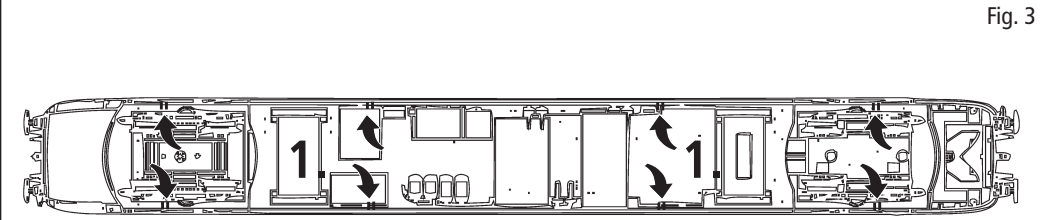

Fig. 3
Mehrzugbetrieb: Zuerst Lokgehäuse abnehmen (Fig. 3). Danach den Brückenstecker aus der Schnittstelle entfernen (diesen sorgsam aufbewahren). Danach den Stecker des Steuerbausteins lagerichtig einsetzen (siehe Fig. 4).
2. Schmierung: Versehen Sie die im Schmierplan in Fig. 5 gekennzeichneten Stellen mit nur **kleinen Öltropfen**. Dazu zuerst das Lokgehäuse abnehmen (Fig. 3). Wir empfehlen den ROCO **Öler Art.-Nr. 10906**. Fürs Schmieren der Getriebeteile (Zahnräder, Schnecke) empfehlen wir das **ROCO-Spezialfett Art.-Nr. 10905**. Im Falle der Schmierung diese Teile **nicht ölen**.
2. Lubrication: Apply **tiny oil drops** to spots marked in fig. 5. Prior to lubrication dismantle locomotive (fig. 3). We recommend using item no. **10906, Roco oiler**. For lubrication the gearparts (e.g. cogwheels, worm) we would recommend our Roco **special grease** (item no. **10905**).
2. Graissage: N'appliquez **qu'une toute petite goutte** aux endroits indiqués par le plan de graissage (fig. 5) après avoir démonté la caisse de la locomotive (fig. 3). Nous vous recommandons **le graisseur à huile Roco réf. 10906**. Pour graisser les engrenages (roues dentées, vis sans fin) nous vous conseillons la **graisse spéciale Roco réf. 10905** pour engrenages en matières synthétiques. Lorsque vous utilisez cette graisse il faut éviter d'huiler ces composants.
voir } Fig.3